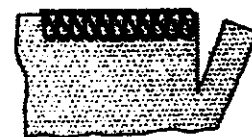

Fig. 2
N.b. Als u tegelijk wilt overlappen en afwerken, knipt u de stof ongeveer 3cm van de rand af voordat u de stof draait.(Fig.2)